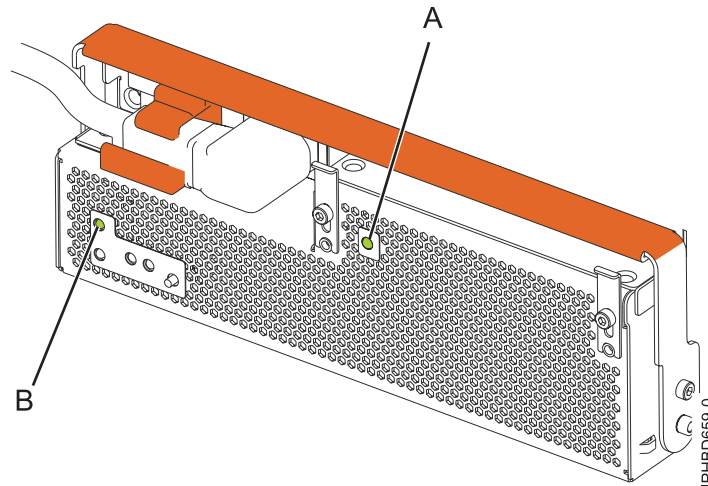

Figure 23. Voyants d'alimentation de l'OCA et de courant alternatif de l'unité d'extension
9. Examinez les voyants relatifs à l'état du courant alternatif (A) et à l'alimentation de l'OCA (Offline Converter Assembly) (B), comme indiqué à la figure 23, à la page 26, et effectuez l'une des opérations suivantes, selon le cas :
- Si les voyants indiquent que l'alimentation électrique fonctionne correctement, c'est-à-dire que le voyant de l'alimentation de courant alternatif (A) est fixe et que le voyant d'alimentation de l'OCA (B) est fixe ou clignote, passez à l'étape suivante.